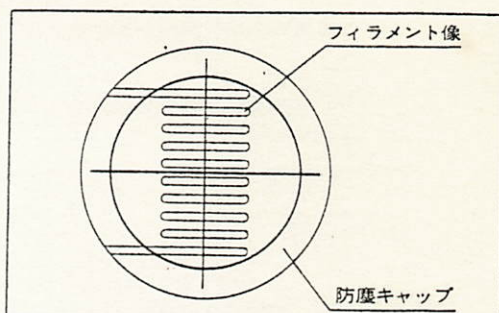

図 13
- 6) ランプ心出しねじを操作して、防塵キャップ上の十字線に図13のように中央に心出しします。